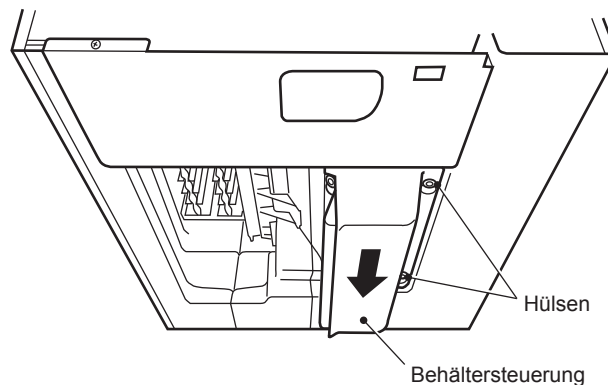

Abb. 5
7) Das Kabel der Behältersteuerung nach oben ziehen und die Behältersteuerung rechts an der Innenwand einhaken. Dann die Behältersteuerung nach oben gegen den Boden des Gerätes drücken und nach hinten schieben, bis sie hörbar einrastet. Darauf achten, dass die Schlitze rechts an der Behältersteuerung richtig auf den Hülsen unten am Gerät sitzen. Siehe Abb. 5.